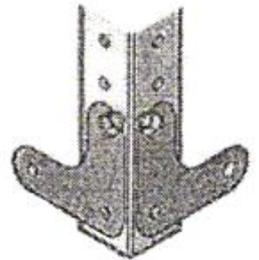

рис. 1
2. В месте установки нижней полки на стойке стеллажа в двух направлениях устанавливаются уголки усиления (4 шт. на полку), и каждый предварительно крепится одним болтом (рис.1). На верхние полки уголки не устанавливаются.